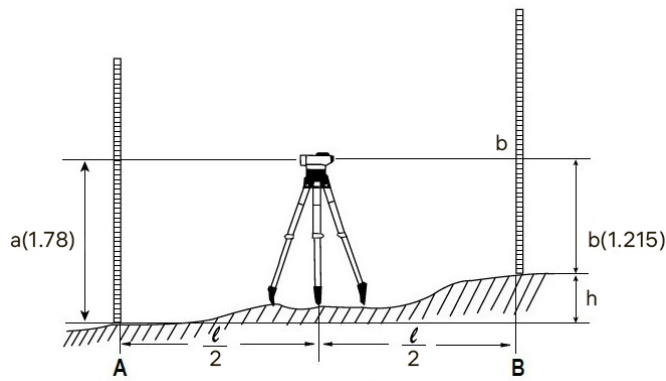

Rysunek 2
- Zdejmij osłonę okularu (12). Skieruj przyrząd na jasny obiekt lub przytrzymaj białą kartkę papieru przed soczewką obiektywową (7), następnie obracaj pokrętło regulacji ostrości okularu (13), aż czarny krzyż stanie się dobrze widoczny.
- Skieruj przyrząd na łaty niwelacyjną. W razie potrzeby użyj celownika przeziernikowego (6), aby ułatwić ustawienie przyrządu na celu.
- Obracaj pokrętło regulacji ostrości (5), aż podziały na łacie niwelacyjnej będą dobrze widoczne (Rys. 2).
- Ustaw krzyż dokładnie na środku łaty niwelacyjnej, obracając śrubę regulacji w płaszczyźnie poziomej (8).